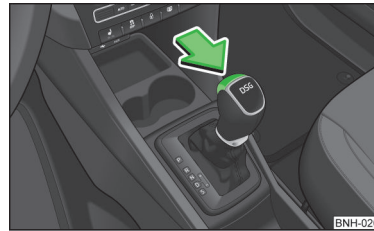

Abb. 102
Vor dem Einlegen des Modus **S** aus dem Modus **D** muss die Sperrtaste in Pfeilrichtung gedrückt werden » Abb. 102.
➤ Das Bremspedal durchtreten und gleichzeitig die Sperrtaste in Pfeilrichtung drücken » Abb. 102 auf Seite 106.
- › Die Sperrtaste in Pfeilrichtung drücken » Abb. 102 auf Seite 106 und gedrückt halten.